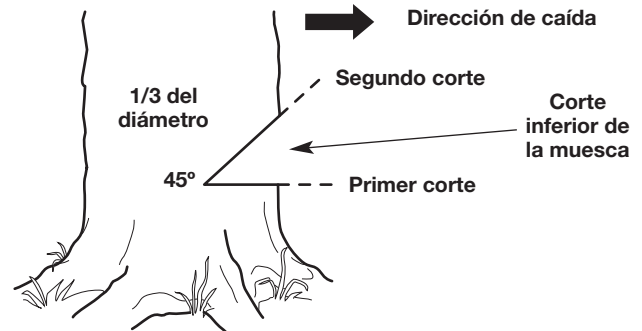

Fig. 24
1. Haga un corte horizontal en el tronco del árbol (Fig. 24). El corte debería ser de aproximadamente 1/3 del diámetro del árbol y cerca del suelo. Para evitar que el peso de la madera comprima la barra guía, siempre haga este corte en primer lugar.
2. Haga un corte a 45° en el tronco del árbol, arriba del primer corte (Fig. 24). Continúe cortando hasta que los dos cortes se unan.